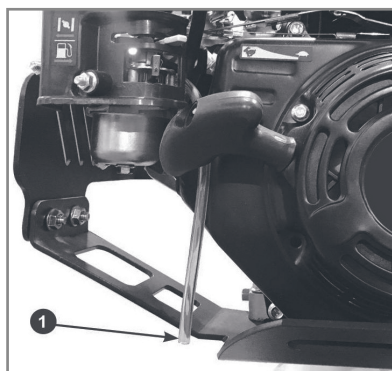

Рис. 12 Дренажная трубка карбюратора
**ПРИМЕЧАНИЕ!** Установленный на вибротрамбовку бензиновый двигатель работает в режиме вертикальных возвратно-поступательных движений. Поэтому в отличие от бензиновых двигателей, установленных на других механизмах и устройствах, двигатель Вашей вибротрамбовки оборудован дренажной трубкой 1, которая предотвращает перелив поплавковой камеры карбюратора, что обеспечивает бесперебойную стабильную работу двигателя (Рис. 12).
**ПРЕДУПРЕЖДЕНИЕ!** В процессе работы вибротрамбовки через трубку 1 отводятся излишки топлива в виде паров или капель (Рис. 12). **КАТЕГОРИЧЕСКИ ЗАПРЕЩАЕТСЯ** работать вблизи пожароопасных источников и курить во время работы.